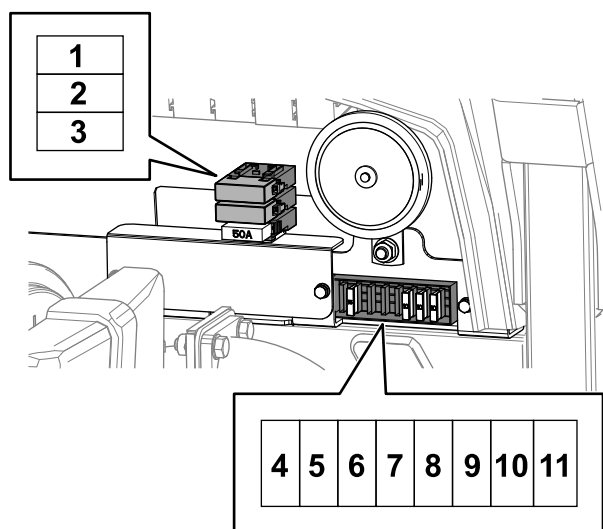

Figura 72
5. Cambie cualquier fusible fundido por otro fusible del mismo amperaje (Figura 72).